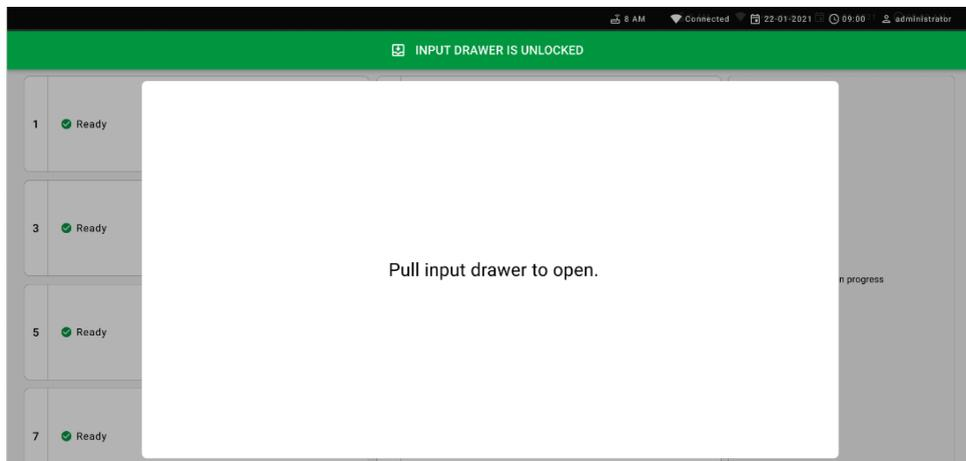

Abbildung 55. Dialogfeld zum Öffnen der Eingabeschublade.
6. Bei Aufforderung ziehen Sie die Eingabeschublade heraus (Abbildung 55).